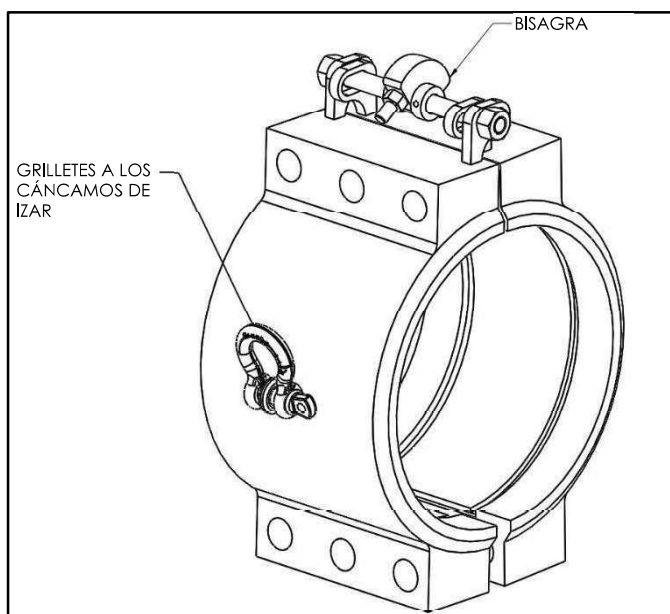
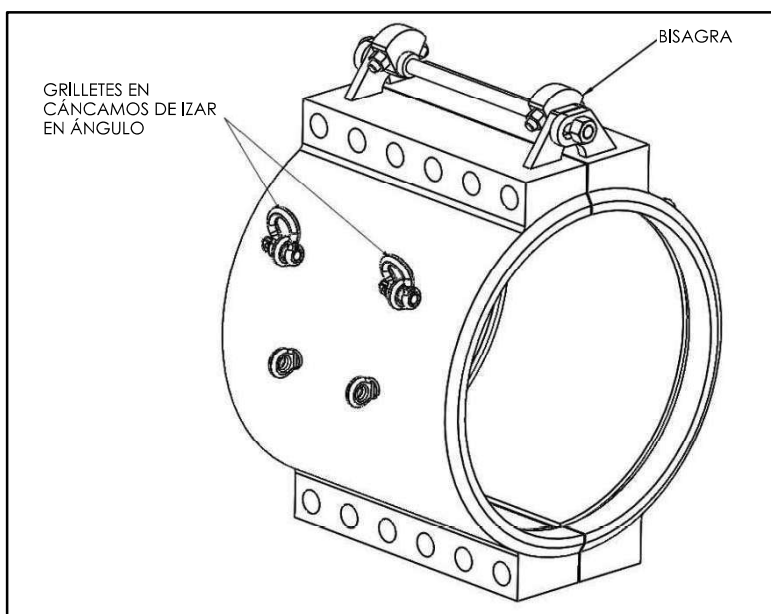

Figura 10
Figura 11
2. Fije los grilletes a los cáncamos de izar. Los accesorios más pequeños generalmente solo tienen cáncamos de izar en el centro de la carcasa, como se muestra en la Figura 10. Los accesorios de mayor diámetro tienen cáncamos de izar adicionales a un ángulo, como se muestra en la Figura 11. Para los accesorios de mayor diámetro, los cáncamos de izar en ángulo se deben usar durante la instalación con bisagra.